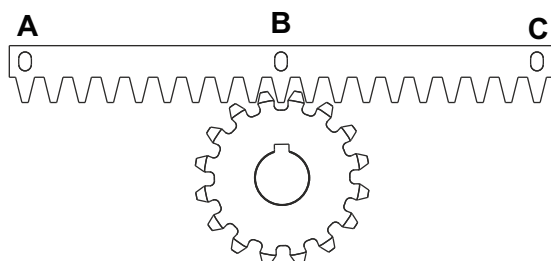
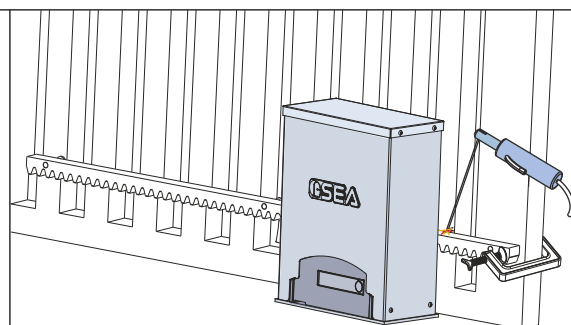

Fig. 9
Fig. 10
5.3. Colocar el elemento de la cremallera sobre el piñón dentado del operador, en paralelo a la guía al suelo; posicionarlo como en la Fig. 9 y soldar el trinquete central **B** en la estructura de la cancela - Fig. 10. Mover manualmente la cancela hasta que el trinquete **C** corresponda con el piñón, luego soldar; hacer la misma operación para el trinquete **A** después de haberlo puesto en correspondencia con el piñón;